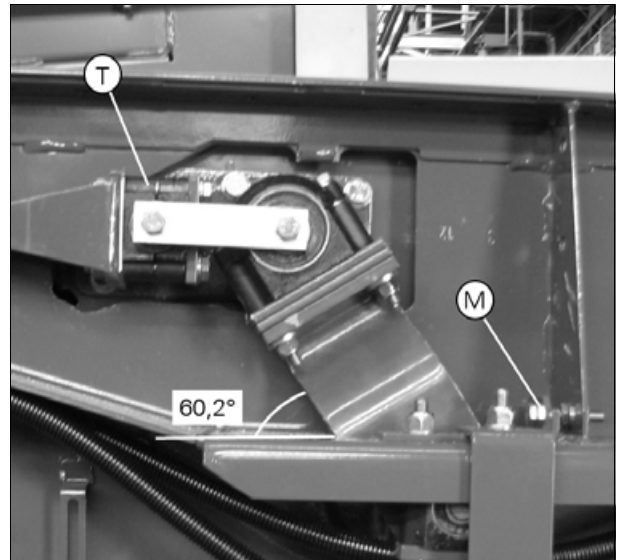

Рис. 10.
- Затяните болты подшипников в следующем порядке: Затяните (E) моментом 63 Нм; затяните (F) и (G) моментом 78 Нм; затяните (H), (J) и (K) моментом 45 Нм.
**ВАЖНО:** При установке корпусов подшипников (E), (F) и (G) необходимо установить втулку (L) толщиной 2 мм между двумя частями корпуса на одном из болтов (только на одном!).
- Убедитесь, что между подшипником и боковой панелью машины в точке (Y) имеется зазор приблизительно 2 мм.
- Убедитесь, что подшипниковые шейки (F) и (G) расположены перпендикулярно боковой панели машины в обеих плоскостях. При необходимости отрегулируйте положение в вертикальной плоскости при помощи прокладок (Z) на наружном подшипнике.
- Убедитесь, что главная скатная доска и верхний грохот расположены параллельно боковым панелям машины. При необходимости отрегулируйте с помощью прокладок (T) на подшипнике (рис. 10) соединительной тяги (макс. 3 x 1 мм).
- Убедитесь, что нижний грохот расположен параллельно боковым панелям машины. При необходимости, отрегулируйте его положение при помощи регулировочного винта (M).